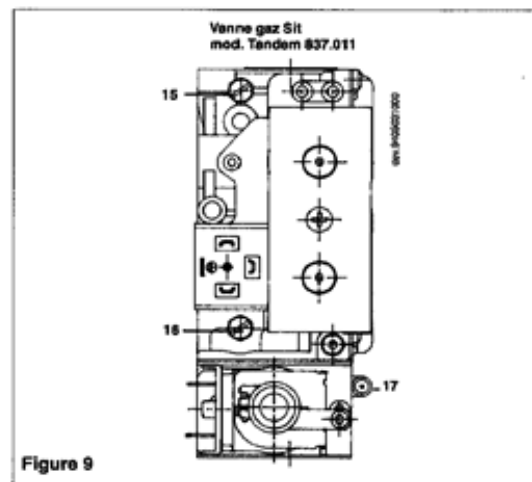

Figure 9
- s'assurer que la pression dynamique d'alimentation de la chaudière, mesurée au niveau de la prise de pression (16) de la vanne gaz (figure 9 de la page 11) soit correcte.